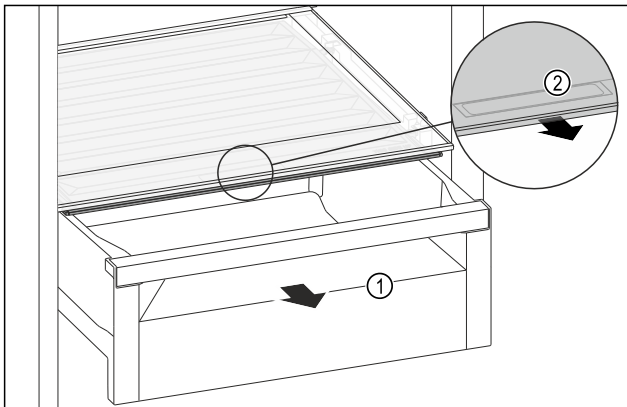

Fig. 108
- Çekmece bölümünü Fig. 108 (1) çekerek çıkarın.
- Raf kapağındaki tutma boşluğundan Fig. 108 (2) tutun ve aynı anda raf kapağını öne doğru çekin.